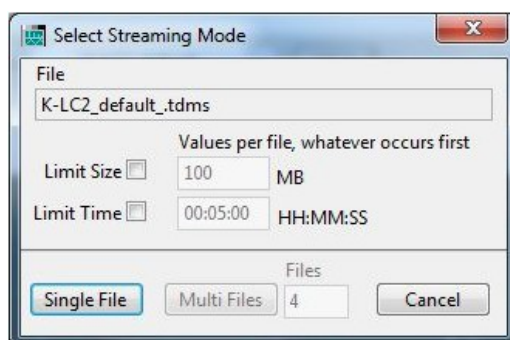

图 21. 未限制文件大小
- 限制文件大小，见图 21、22 中的“Limit Size”选项
- 限制录制时长，见图 21、22 中的“Limit Time”选项